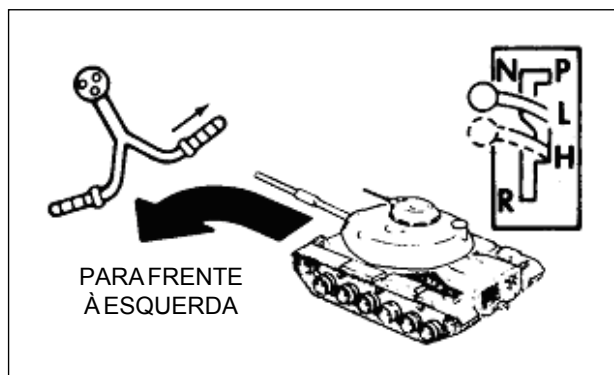

Fig 11-7. Curva para frente à esquerda
11-5. CONTROLE DO VOLANTE (Fig 11-7 a 11-10)
a. Para girar para esquerda (Fig 11-7), enquanto o carro está se movendo para frente e tem a alavanca seletora de marchas em L (baixa) ou em H (alta), empurrar o punho direito do volante para a direita.